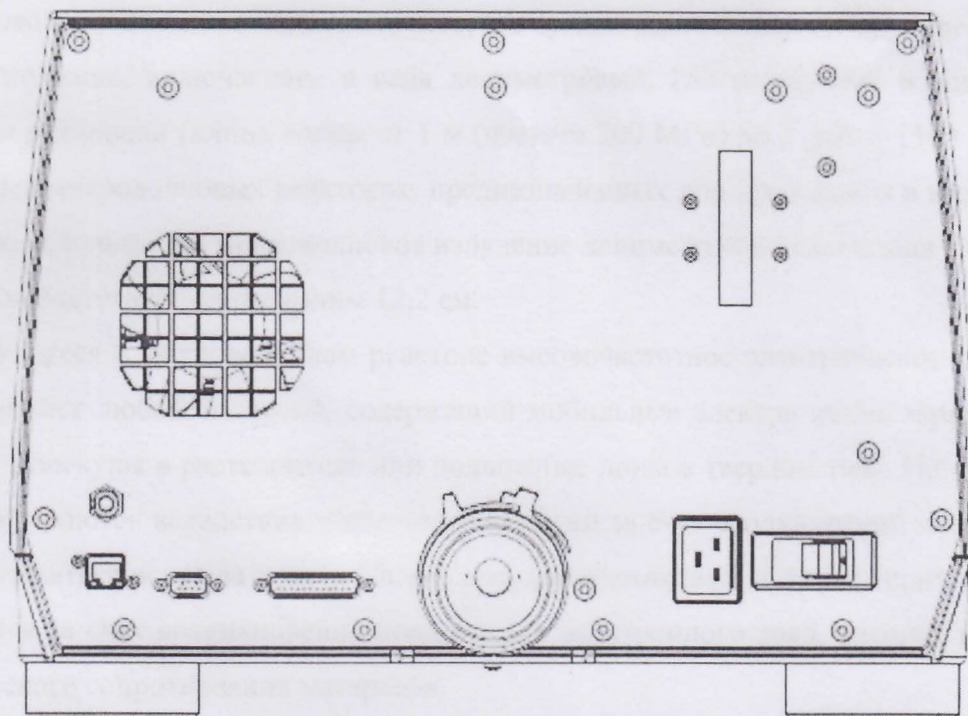

Рис. 2. Микроволновый реактор Антон Паар Моновэйв 300 (Anton Paar Monowave 300). Вид сзади.
3.1.3. Включить микроволновый реактор выключателем 11 (Приложение 1, Рис. 2). После загрузки программного обеспечения (1-1,5 мин) микроволновый реактор готов к работе.
- отключить питание реакторного блока выключателем (приложение, рис. 2);
- отключить питание автоматического пробоотборника выключателем (приложение, рис. 2);